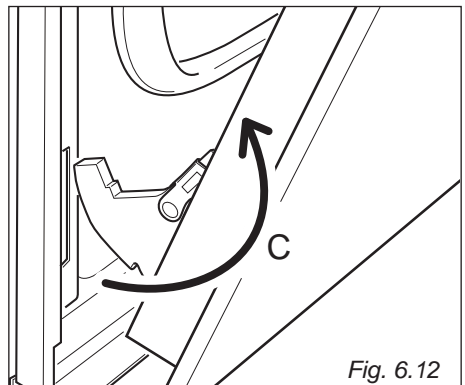

Fig. 6.12
- Avlägsna ugnsluckan "C" som illustrerad på (Fig. 6.12).